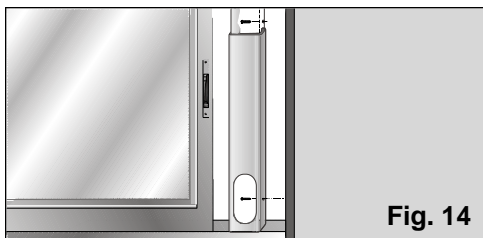

Fig. 14
- ❑ Per poterlo fissare nella finestra / balcone è munito di due fori laterali. Tramite due viti (non comprese nell'accessorio) l'utente potrà fissarlo sulla cornice o sul muro senza pericolo che possa muoversi o cadere dalla sua posizione, Fig. 14.